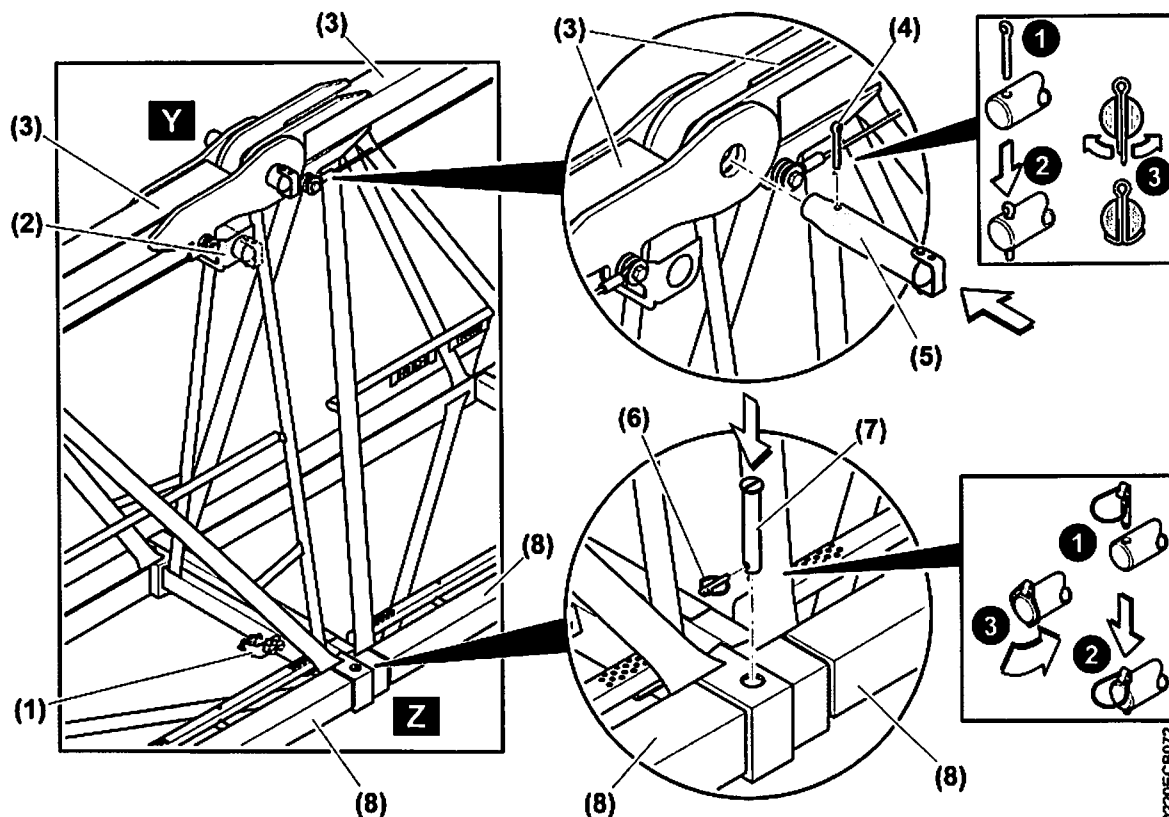

Fig. 260: Auslegerteile verbinden
- Auslegerteile (10) entsprechend dem Anordnungsplan verbolzen und sichern. Vorgehensweise beachten. (siehe: Fig. 260, Seite 303)
- Auslegerteile (**ohne Ausleger-Anlenkstück**) entsprechend dem Anordnungsplan verbolzen und sichern. Vorgehensweise beachten. (siehe: Fig. 260, Seite 303)
- Laufkatze (1) (mit angebolzter Unterflasche) in den Ausleger schieben.
- Laufkatze (1) in minimale Ausladung schieben und gegen Verfahren sichern.
- Ausleger-Anlenkstück (4) mit Auslegerteil (2) verbolzen und sichern. Vorgehensweise beachten. (siehe: Fig. 260, Seite 303)
(2) Laufkatze
(4) Auflage
- ▶ Ausleger-Zwischenstück (3) mittig auf Auflage (4) positionieren.
- ▶ Laufkatze (2) (mit angebolzter Unterflasche) in Ausleger-Zwischenstück (3) schieben.
- ▶ Laufkatze (2) absetzen und als zusätzliche Auflage nutzen.
- ▶ Auslegerteil (1) in Richtung Ausleger-Anlenkstück entsprechend dem Anordnungsplan verbolzen und sichern. Vorgehensweise beachten. (siehe: Fig. 260, Seite 303)
- ▶ Auslegerteil (1) leicht anheben.
- ▶ Laufkatze (2) in Auslegerteil (1) schieben.
- ▶ Auslegerteil (1) absetzen und Laufkatze (2) als Auflage nutzen.
- ▶ Für weitere Auslegerteile (1) in Richtung Ausleger-Anlenkstück gleich vorgehen.